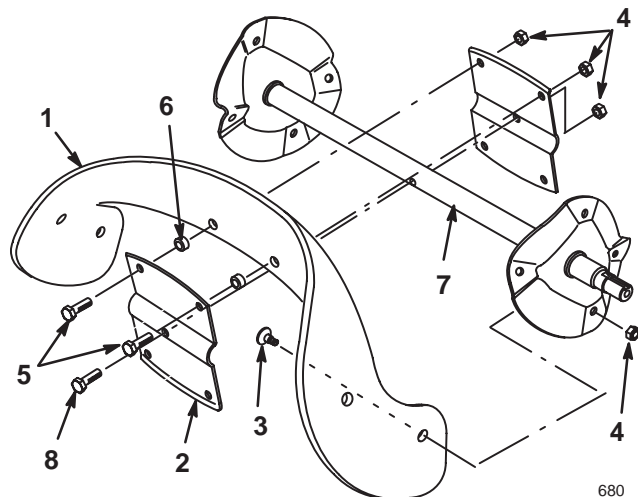

Figure 21
1. Enlevez les quatre vis Torx et les quatre contre-écrous qui fixent les bords extérieurs de la pale à l'ensemble turbine (Fig. 21).
2. Enlevez les deux boulons à tête hexagonale et les deux contre-écrous qui fixent le centre de la pale aux moitiés de la turbine (Fig. 21).
3. Desserrez le boulon à tête hexagonale long qui fixe les moitiés de la turbine à l'ensemble arbre de tarière (Fig. 21).
4. Déposez la pale en la faisant coulisser entre les moitiés de la turbine (Fig. 21).